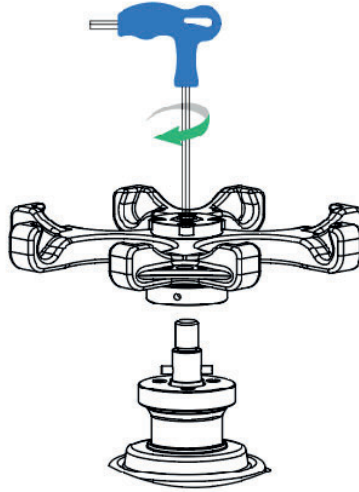

Figura 5: Esquema del montaje del cuerpo del rotor
- Como se muestra en la Figura 5, prepare el rotor que desea utilizar. Sujete el rotor con ambas manos, apunte el orificio central del rotor hacia el eje del motor, póngalo en posición vertical, colóquelo hasta el fondo del cono, abra las manos y, a continuación, presione el rotor hacia abajo con las manos.